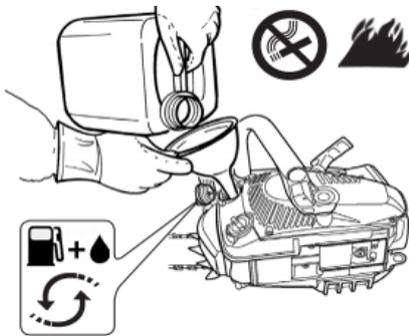
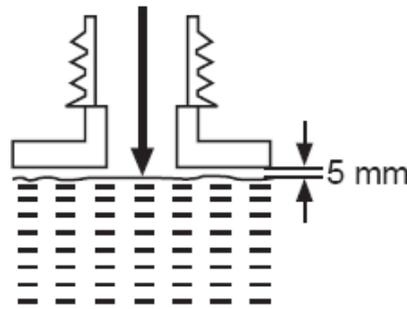

Fig. 16
Fig. 17
- 4) Versez correctement le carburant mélangé dans le réservoir à carburant (Fig.16). Ne remplissez pas trop et laissez environ 5 mm d'espace entre la hauteur de carburant et le bord intérieur du réservoir afin de permettre l'expansion. (Fig.17)